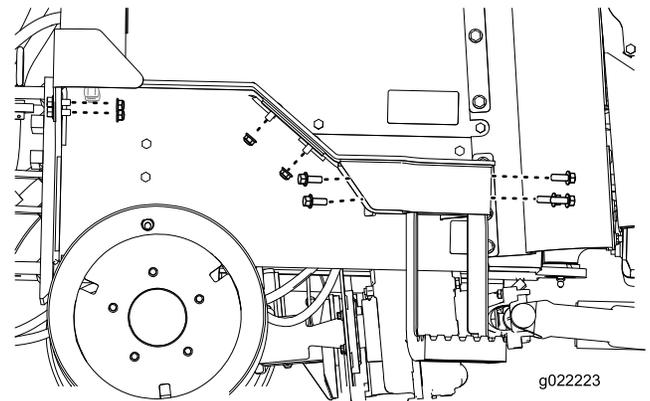

Figura 11
3. Retire el peldaño supletorio de la máquina (Figura 11).